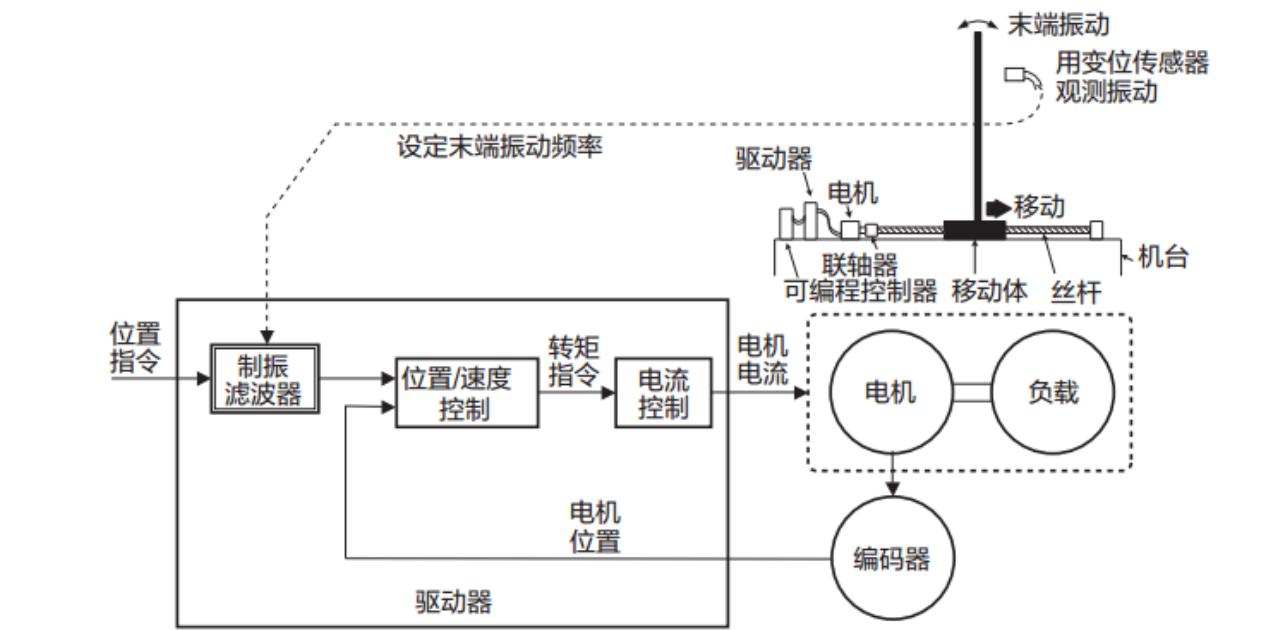

图4-31 长悬臂负载振动频率获取及抑制方法
- 通过外置传感器，获取机械负载末端抖动频率，如图 4-31 所示；